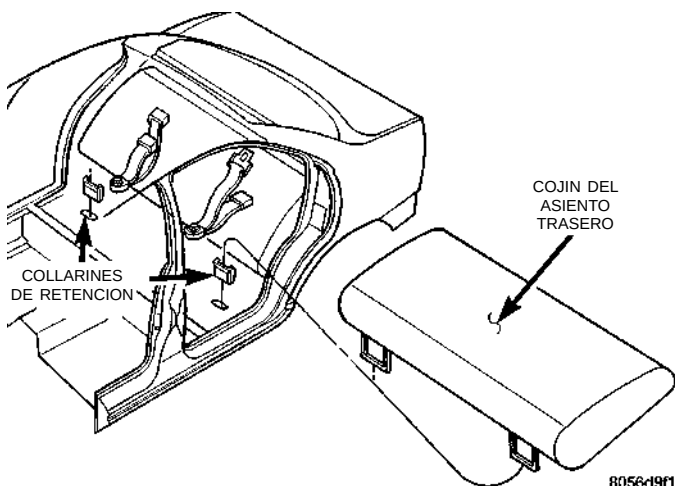

Fig. 2 Cojín del asiento trasero
- (1) Tire hacia arriba de cada extremo del cojín del asiento trasero para desacoplar las presillas de los casquillos en el suelo.
- (2) Separe el cojín del asiento trasero del vehículo (Fig. 2).